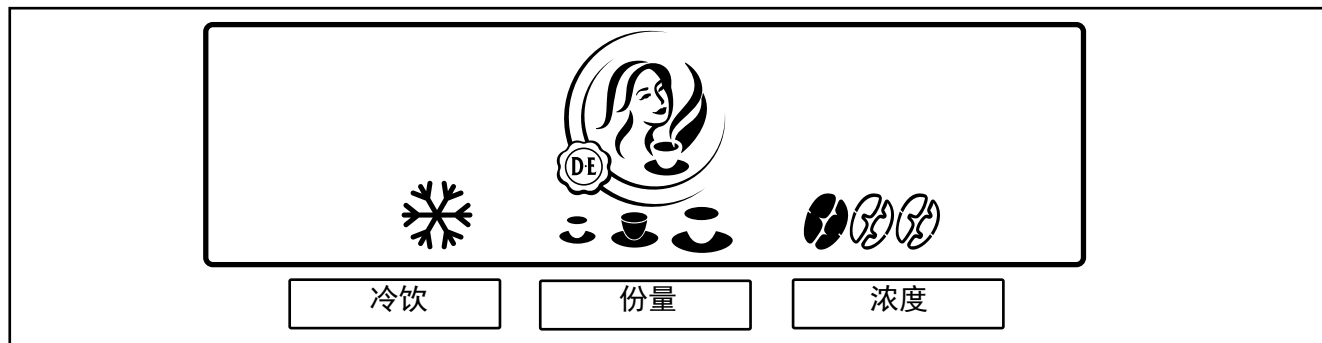

图 16
2. 按压“浓度”预选键，以激活该预选功能。三个咖啡豆标志随即显示。（图 16）